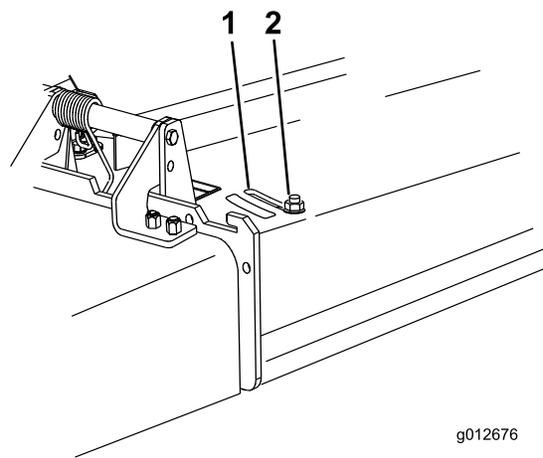

Figura 17
3. Para ajustar o abafador, desaperte a porca (Figura 17).